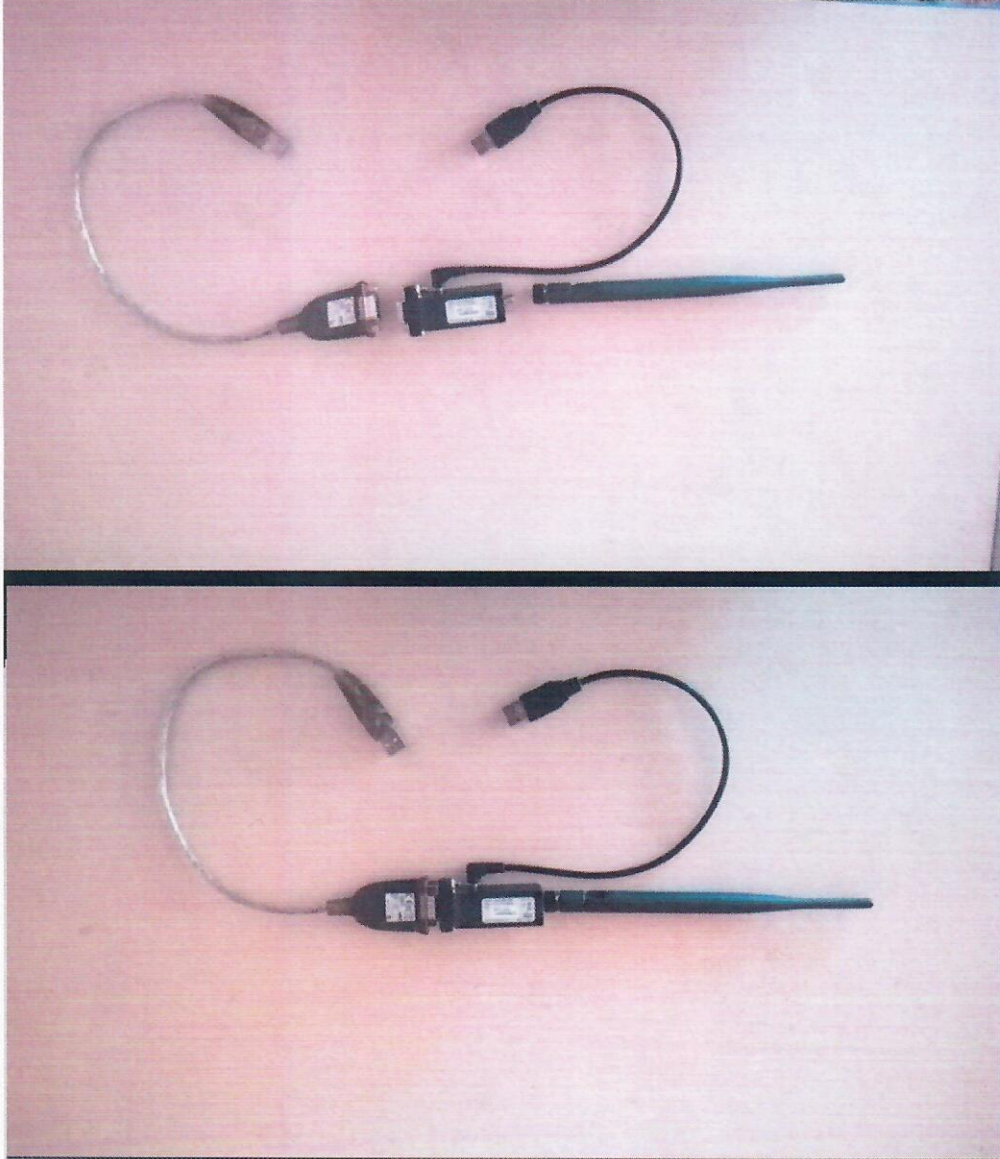

Fig. 6
a) Se assemblează toate componentele dispozitivului Bluetooth (fig. 6).